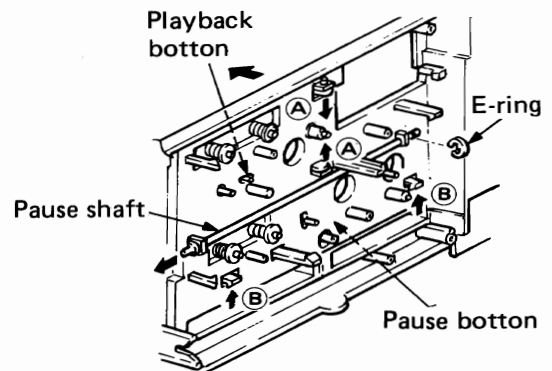

Fig. 6
7. **Control Buttons (Fig. 6)**